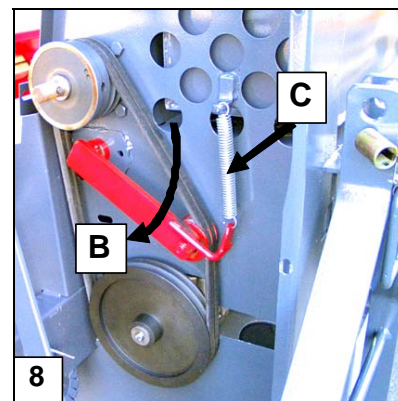

Fig. 8. Serrage des courroies trapézoïdales
- ❑ Lorsque le levier A est actionné, la roue de serrage B bascule vers le bas et les courroies trapézoïdales sont relâchées (Figure 8.). Le levier de débrayage A se verrouille et les courroies restent relâchées.
### 3.4 Serrage automatique des courroies trapézoïdales, Fig. 8